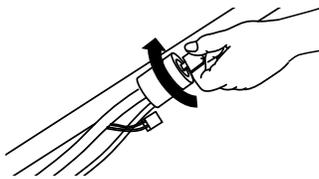
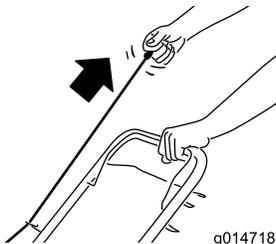

Figura 16
Figura 17
2. Insira a chave no arrancador elétrico e rode-o (apenas modelos de arranque elétrico; consulte Figura 16) ou puxe o manípulo do arranque manual com cordão (Figura 17).